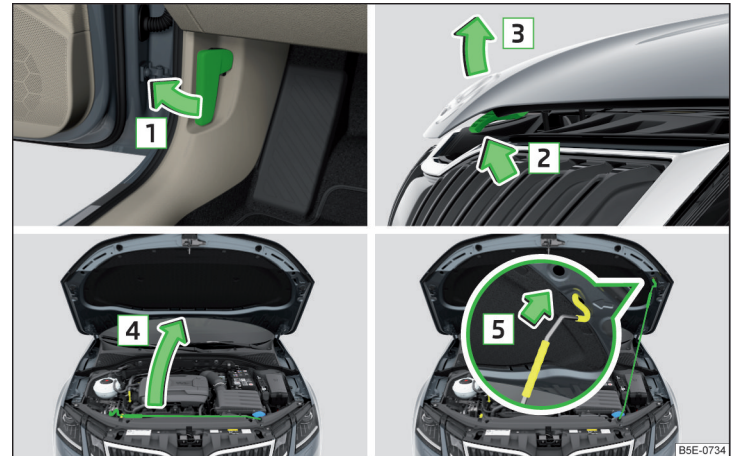

Abb. 314 Motorraumklappe öffnen
- Die Vordertür öffnen und am Entriegelungshebel unterhalb der Schalttafel in Pfeilrichtung **1** ziehen » Abb. 314.